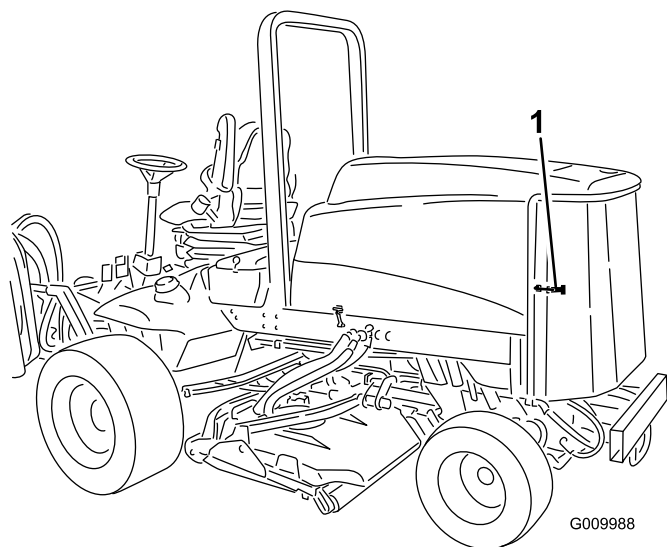

図 49
1. 後部スクリーンのラッチを外してスクリーンを開く 図 49。スクリーンを丁寧に清掃する。